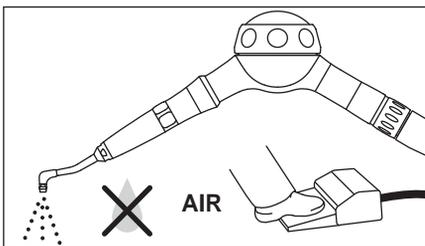

Fig. 12
- 2) Realize um funcionamento lento apenas com ar para eliminar a água e o pó na ponta. (Fig. 12)